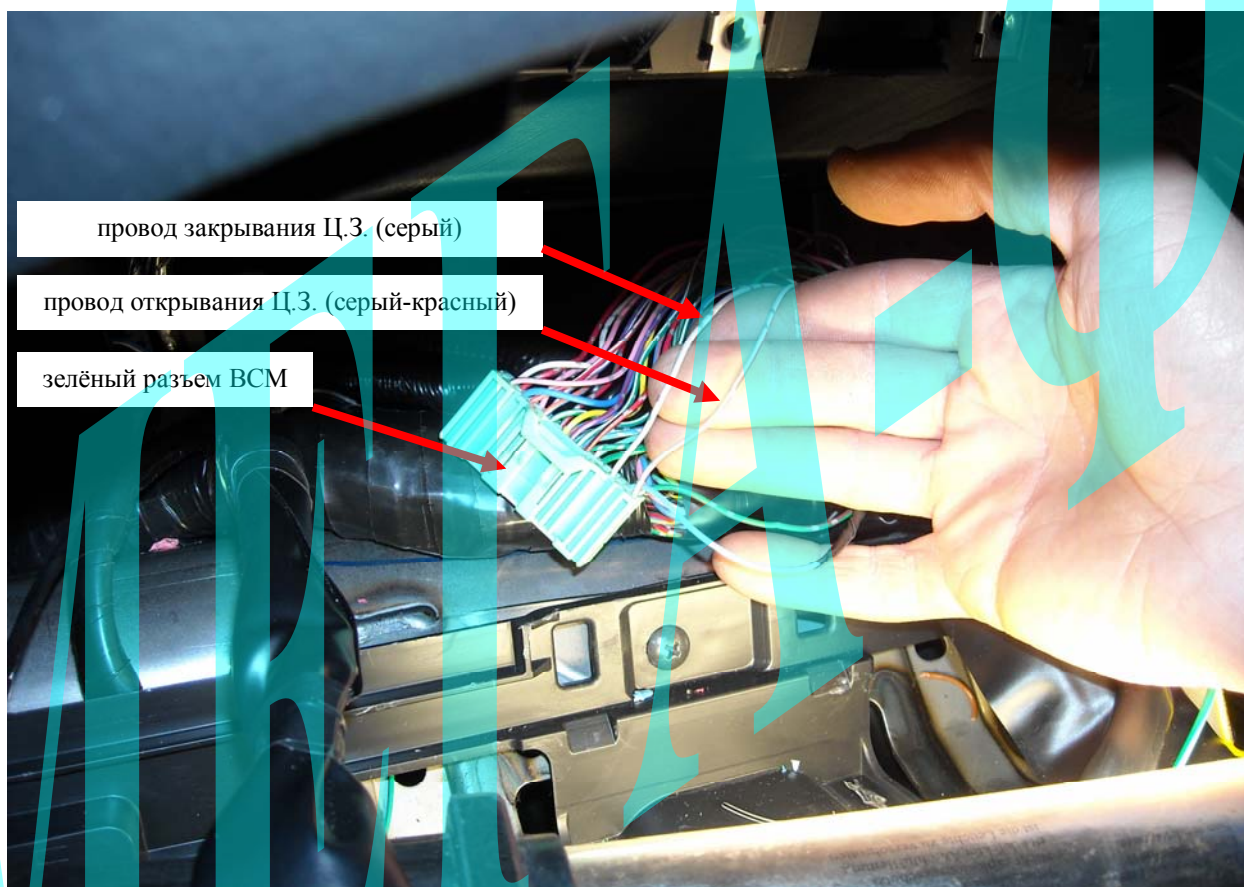

Рис. 5: Подключение центрального замка.
Управление центральным замком реализуется по аналоговой схеме с помощью встроенных реле с использованием разъема CN2 системы Scher-Khan Magicar 6 (B) . Управление центральным замком можно организовать подачей отрицательных импульсов на серый-красный провод (контакт 20, открытие ЦЗ) и на серый провод (контакт 17, закрытие ЦЗ) зеленого разъема блока BCM. См. рис. 5 и схему 1. При этом закрытие и открытие будет осуществляться по кнопке в салоне. Цвет провода открывания может быть серый-чёрный (на ранних версиях автомобиля).